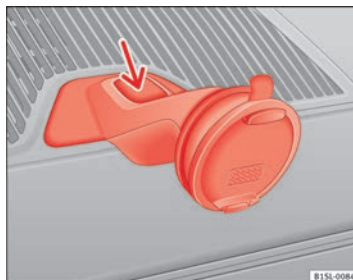

Abb. 126 Aufnahme des Navigationsgeräts ausbauen.
- Entriegelungstaste der Aufnahme drücken ⇒ **Abb. 126** (Pfeil).